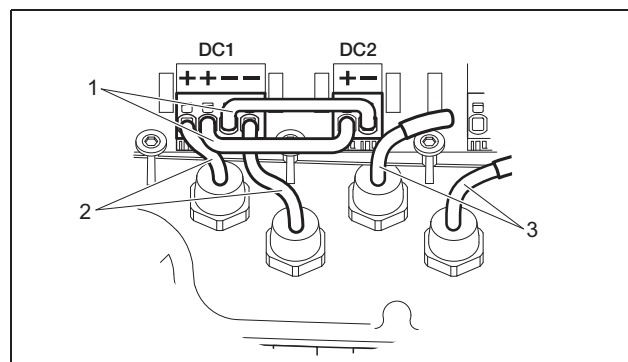

Abbildung 18: Eingang 1 und 2 parallel geschaltet (PIKO 3.6/4.2)
- PIKO 3.6/4.2/8.3/10.1: Falls vorgesehen, schalten Sie jetzt Eingang 1 und 2 **parallel**. Stecken Sie dazu die mitgelieferten Brücken wie gezeigt (Abbildung 18/19) in die Klemmen.